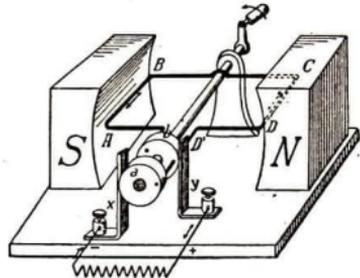

Abb. 385. Wechselstrom-Dynamomaschine
1. Eine Wechselstrommaschine erkennt man daran, daß die Schleiffedern auf zwei voneinander isolierten **Schleifringen** schleifen (Abb. 385), statt auf einem Lamellenkollektor.